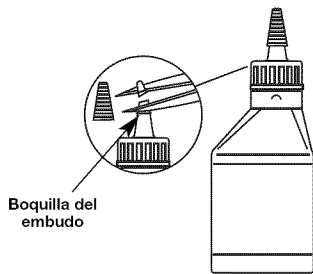

Fig. 8
Su unidad trae una botella de aceite SAE 30 SF, SG, SH de 90 ml (3.04 oz.fl.) (Fig. 8).
**NOTA:** Guarde la botella para medir la cantidad correcta de aceite cuando deba cambiarlo en el futuro (Fig. 8). Lea *Cambio de aceite*.